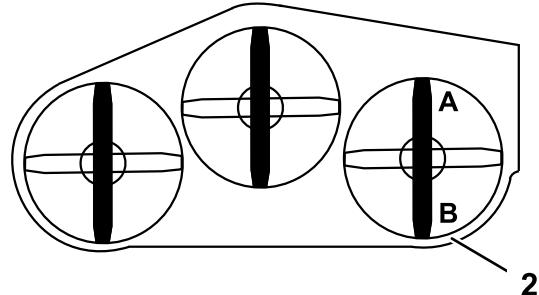

Figure 78
1. Tournez la lame droite dans le sens longitudinal (Figure 78).
2. Mesurez la distance au point **A** entre la surface plane et le tranchant de la pointe de la lame droite (Figure 78).
4. Mesurez la distance au point **B** entre la surface plane et le tranchant de la pointe de la lame droite (Figure 78).
6. La lame doit être plus basse de 6 à 10 mm au point **A** qu'au point **B** (Figure 78). Si ce n'est pas le cas, passez aux étapes suivantes.